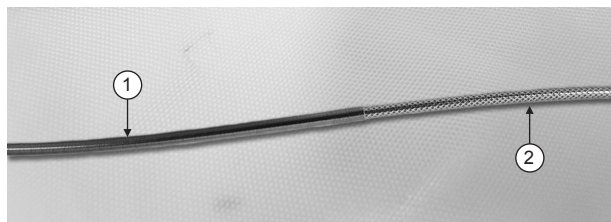

Abbildung 3: Die zurückziehbare silberne Außenhülse und die goldene Isolierhülse
Hinweis: Wenn Sie das Einführsystem mit der zweiten Hand halten, unterstützen Sie das Einführsystem vorsichtig an der goldenen Isolierhülse (1). Achten Sie darauf, die silberne Außenhülse (2) während der Freisetzung nicht zu quetschen. Siehe **Abbildung 3**.